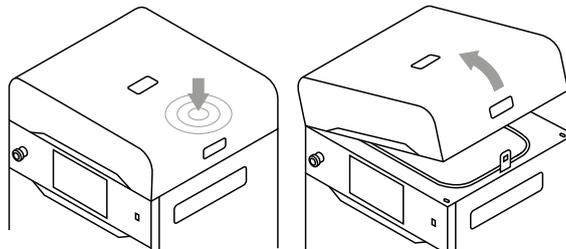

Abbildung 2.3 Öffnen des Druckerdeckels.
2. Drücke einmal auf den Deckel und ziehe ihn mit Hilfe des Deckelgriffs nach oben (Abb. 2.3).